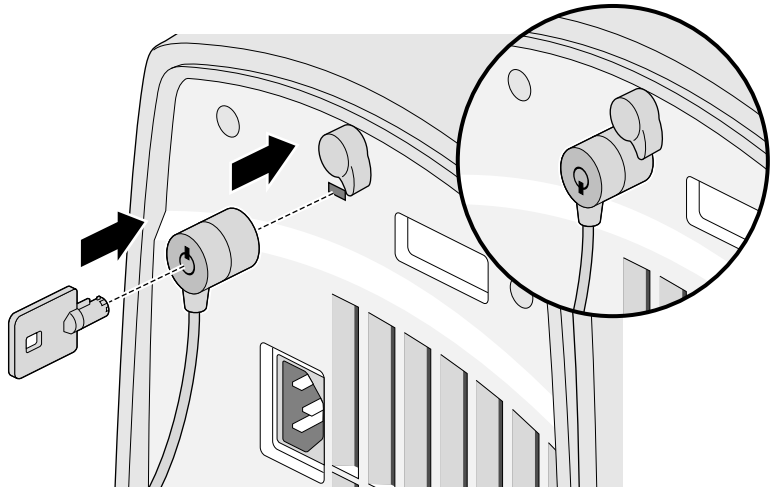

Abbildung 2-9 Abschließen des Systems
2. Setzen Sie das Kensington-Schloß mit dem Schlüssel in die Schloßhalterung unterhalb der Verriegelung ein und drehen Sie den Schlüssel. Ziehen Sie den Schlüssel heraus, wie in Abbildung 2-9 dargestellt.